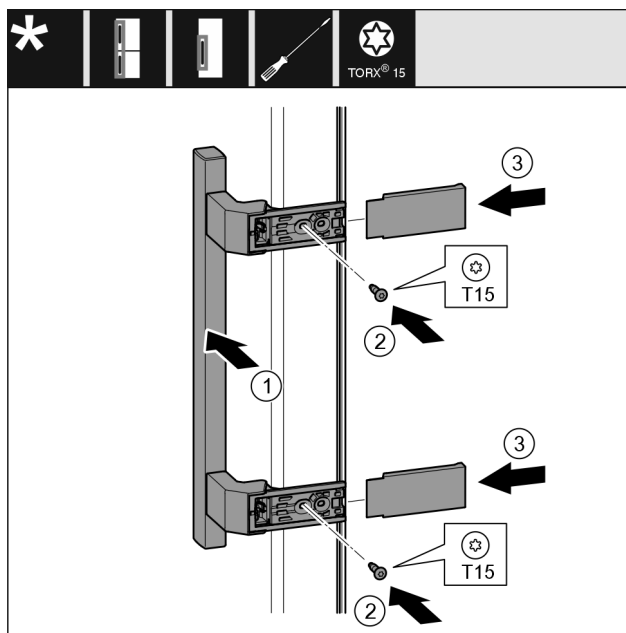

Fig. 55
- ▶ Nasad'te madlo Fig. 55 (1) na protilehlé straně.
- ▶ Šroubovákem šrouby Fig. 55 (2) pevně utáhněte.
- ▶ Kryty Fig. 55 (3) bočně nasad'te a nasuňte.